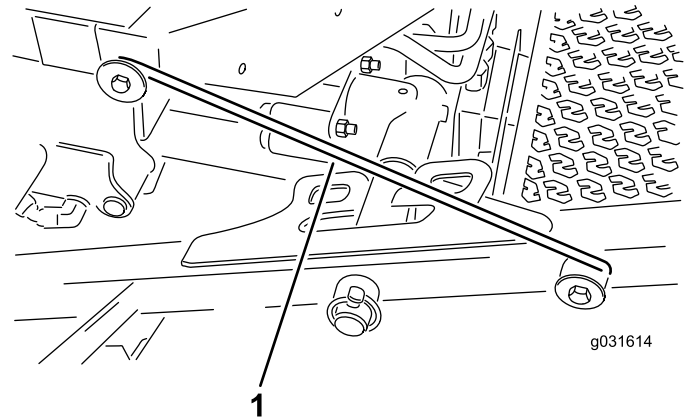

图 33
4. 从承载架固定器上松开门锁杆图 33。
5. 提升前滚刀组的外侧并将门锁放置到安装在操作员平台前部的机架销上图 33。